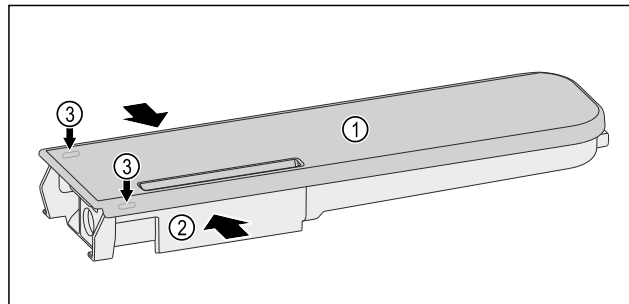

Fig. 173
- Ngjishni enën e ujit Fig. 173 (2) dhe ngrini e tërhiqni lart me kujdes kapakun Fig. 173 (1) nga gjuhëzat e kapjes Fig. 173 (3).
- Lëvizni lehtë kapakun Fig. 173 (1) përpara dhe mbrapa dhe hiqeni nga lart.